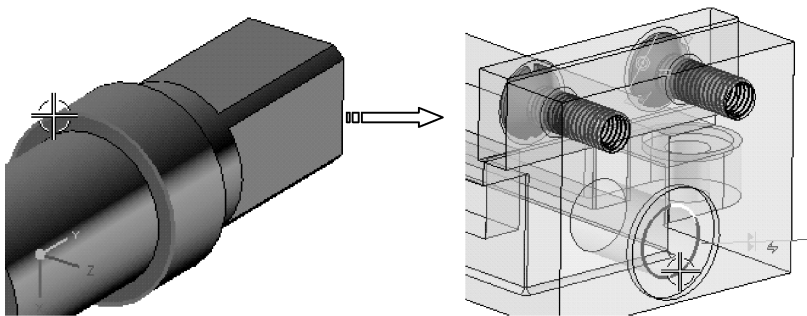

图 7-96 选择同心约束对象
- 15 以【同心】约束类型选择螺杆圆柱中心和底座螺孔中心作为同心约束对象，如图 7-96 所示。